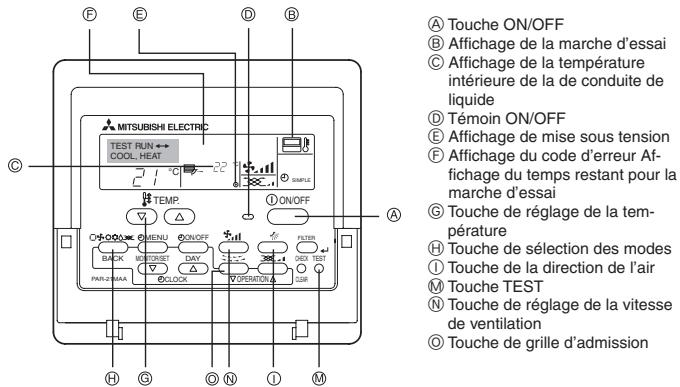

Fig. 6-1
④ Tuyau de réfrigérant de l'appareil principal
⑤ Tuyau d'écoulement de l'appareil principal
⑥ Position du panneau en coin à la sortie d'usine (avec logo).
⑦ Position des leviers de la grille d'admission à la sortie d'usine.
6. Marche d'essai (Fig. 6-1)
Utilisation de la télécommande filaire (Fig. 6-1)